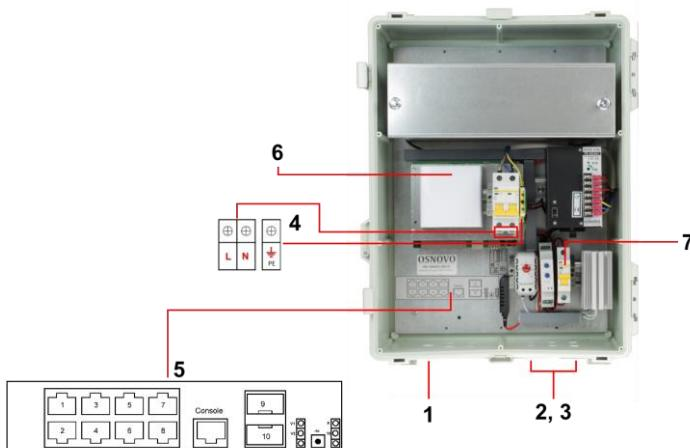

Рис. 4 Подключение уличного коммутатора SW-80802/WLU
2. Проденьте кабели витой пары через соответствующие отверстия гермоводов (2) снаружи внутрь бокса (рис.4).